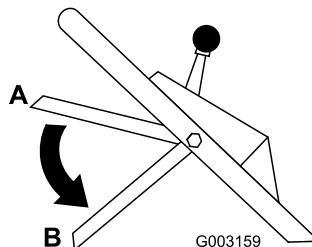

Figure 18
10. Relâchez la barre de commande (voir position B à la Figure 18). Vous devez entendre un bruit sourd. La lame doit s'arrêter dans les 3 secondes qui suivent.
2. Sélectionnez la position la plus basse de la barre de commande (position B à la Figure 18).